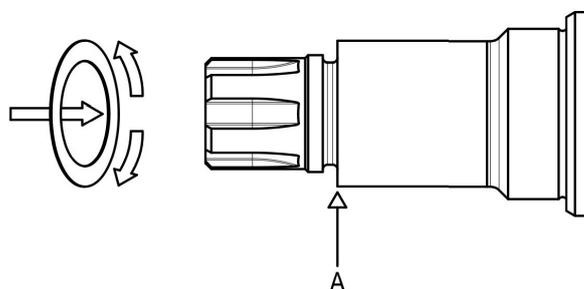

Figure 32 – Installation des cales
- Avec la pompe assemblée, le couvercle (122) enlevé (6.1 Couvercle) et les rotors (56) (6.2 Rotors) et le logement du rotor (1) (6.7 Logement du rotor) entièrement vissés aux couples corrects.
- Si le jeu n'est pas correct (Tableau 6 - Jeux rotor) démonter les rotors (56) (6.2 Rotors).
- Retirer les joints toriques (31) et les cales (30), les cales sont coupées pour qu'elles puissent glisser sur l'arbre.
- Pour installer les cales, les ouvrir légèrement et les faire glisser sur l'arbre jusqu'à ce qu'elles buttent sur l'épaule (A) (Figure 32).